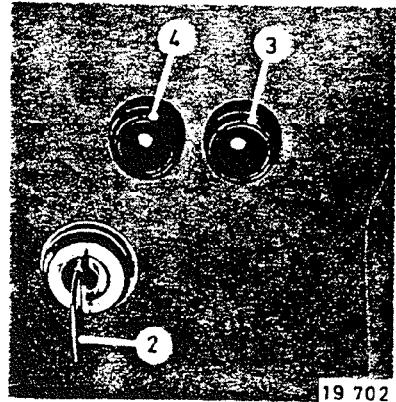

Рис. 7
- Ключ системы пуска 2 (см. рис. 7) вставить в замок, повернуть вправо до положения 1-ой риски, при котором должна загореться контрольная лампочка зарядки 3 и лампочка 4 показателя давления масла. При дальнейшем вращении ключа вправо включается электростартер. После пуска двигателя ключ следует отпустить.